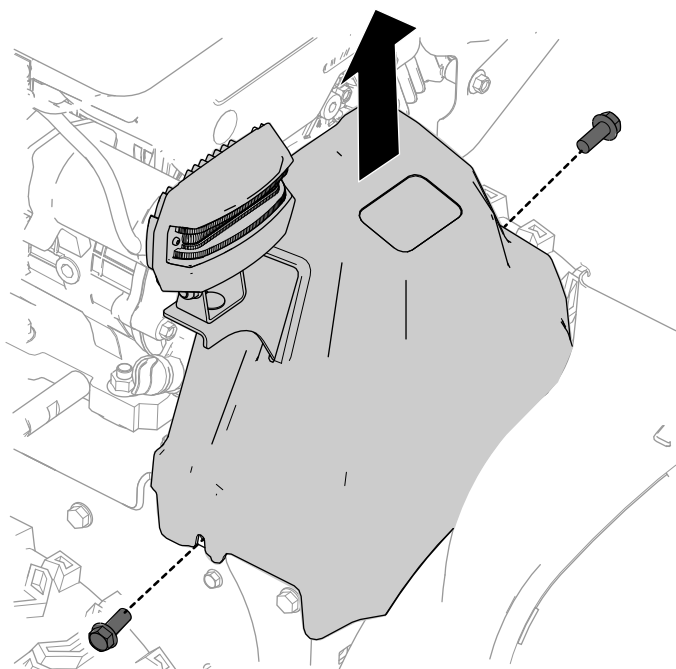

Figura 6
1. Dal lato anteriore della macchina, rimuovete le 2 viti ($\frac{1}{4}" \times \frac{5}{8}"$) che fissano il copricinghia alla macchina (Figura 6).
3. Rimuovete il copricinghia (Figura 6).